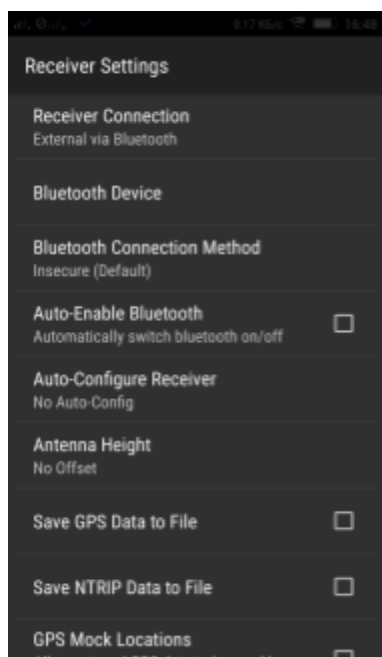

Рисунок 6
13) в підменю «Receiver Setting» торкнутися пункту «Bluetooth Device» (Рисунок 6), та в списку, який відкриється, обрати найменування модуля Bluetooth ровера для з'єднання (обирати «вхідний» модуль з найменуванням «XXXXXX-RTCM»).